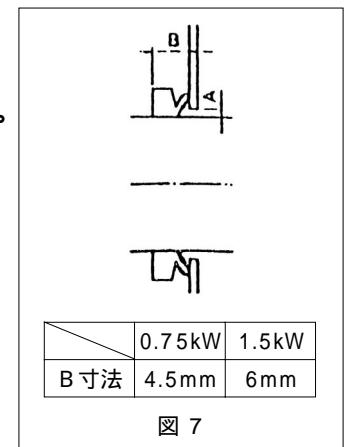

図7
- (1) ユルメボルトと手動解放防止スペーサをはずします。
- (2) カバーをはずします。
- (3) ファンセットボルトをゆるめ、ファンをはずします。
- (4) Vリングを取り抜きます。
- (5) ユルメ金具をはずします。(2ヶ所)
- (6) 防水カバー取付ボルトをはずして防水カバーをはずします。
- (7) 組付ボルトを少しゆるめ、スペーサ、ギャップ調整シム、組付ボルト、固定板をセットではじします。このとき、組付ボルトのみを抜いてギャップ調整シムを脱落させないように注意してください。
- (8) ギャップ調整シムの厚さは約0.2mmですので摩耗状況に応じてシム枚数を減らし、スペーサ、ギャップ調整シム、組付ボルト、固定板の各部品をセットで再組立してください。
- (9) ギャップGを確認し、規定値と差が大きい場合は、再度シム調整してください。
- (10) 防水カバーを取付ボルトで取り付けます。この時に防水カバーの穴とモータ軸の隙間(図7のA寸法)がほぼ等分になるように防水カバーを取り付けます。
- (11) 防水シールのシール面汚れなどを取り除き、きれいにします。
- (12) 防水シールを構造図にあるように、固定鉄心と防水カバー間に装着しユルメ金具を取り付けます。
- (13) 電源を入、切してブレーキ動作を確認してください。
- (14) Vリングを取り付けてください。このとき、Vリングのリップおよびリップの当り面をきれいにふき取り、リップ面に少量のグリスを塗布の上、取付寸法(B寸法)を遵守ください。(図7参照)
- (15) ファンとカバーを取り付けてください。この時ファンセットボルトに緩み止め剤(スリーボンド1102)を少量塗布してください。最後にユルメボルト及びスペーサを取り付けてください。